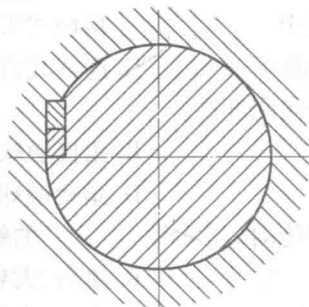

图 2
1. 如图 2 所示,画出轴的转动方向(轴主动)。(5 分)